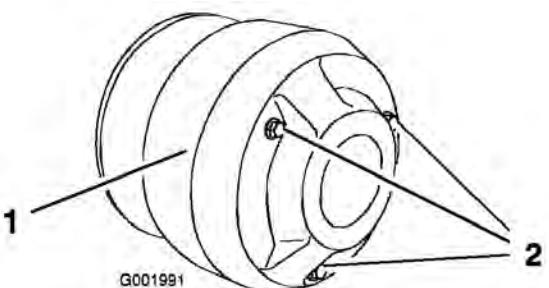

図 53
- クラッチ・カバーのボルト(3本)を外してカバーを取る(図 53)。